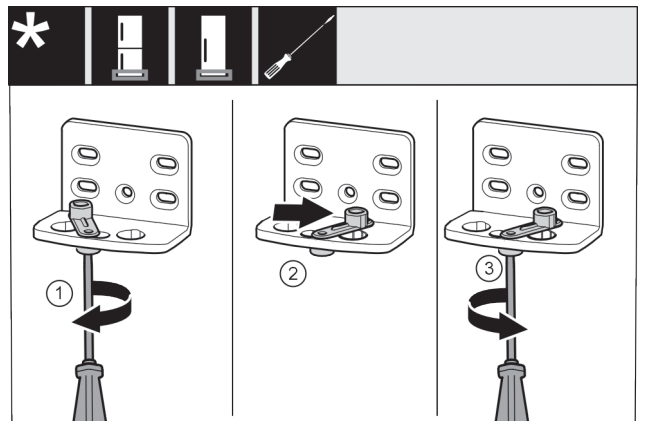

Fig. 15
- ▶ Ослабте гвинт Fig. 15 (1) за допомогою викрутки.
- ▶ Підніміть допоміжний засіб для закривання дверцят Fig. 15 (2) і поверніть його в отворі на 90° праворуч.
- ▶ За допомогою викрутки закрутіть гвинт Fig. 15 (3).